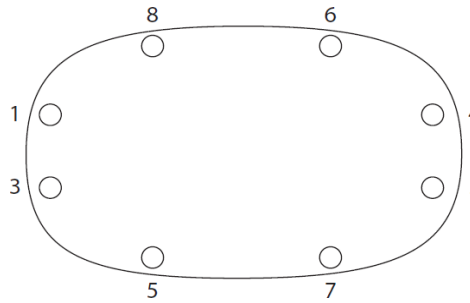

Fig. 5, bult åtdragning sekvens
- c. Var noga med att passa in distansringen (24) i tätningssringen nr 2
- d. Byt ut den platta packningen (20).
9. Dra åt motorhuv skruvarna till ca 20 till 30 Nm efter en diagonal sekvens som visas för ett 8-bult-exempel på Fig. 5